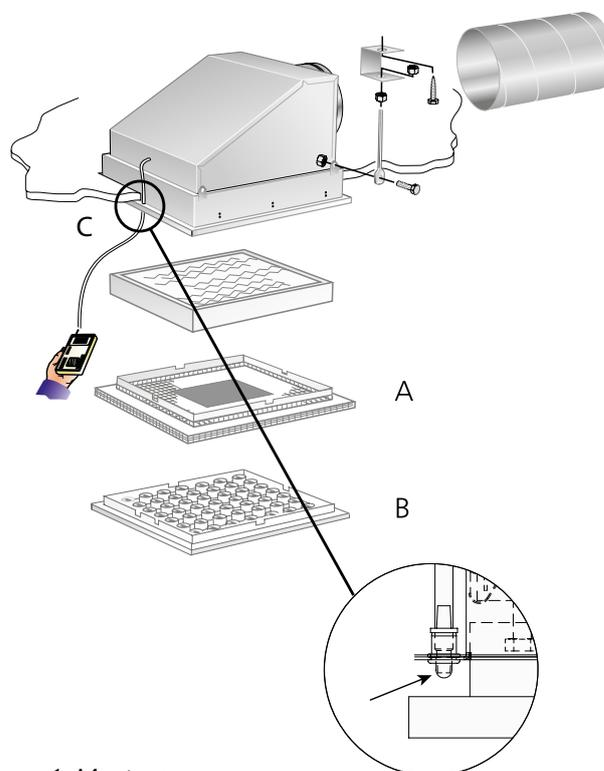

Figure 1. Montage.
- Quatre œilletons permettent une installation suspendue. Figures 1, 4 et 6.
- Il est important que les quatre consoles de suspension soient sur le même plan horizontal ( $\pm 1,0$  mm) pour que les filtres s'ajustent de manière étanche. Se reporter à la Figure 1.
- La perte de charge dans le filtre se mesure au niveau du point situé sur la bride du caisson du diffuseur, par rapport à la pression atmosphérique – se reporter à la figure 1.